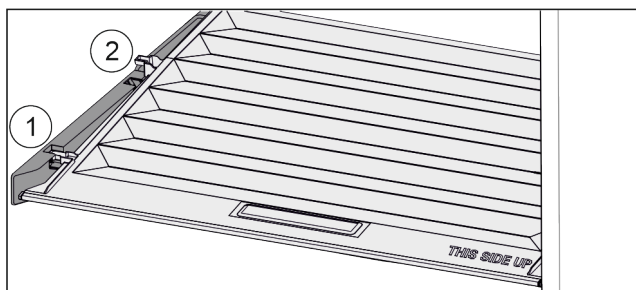

Fig. 124
- Tirare in avanti il coperchio fino all'apertura nei fermi Fig. 124 (1).
- Sollevare posteriormente dal basso e togliere verso l'alto Fig. 124 (2).